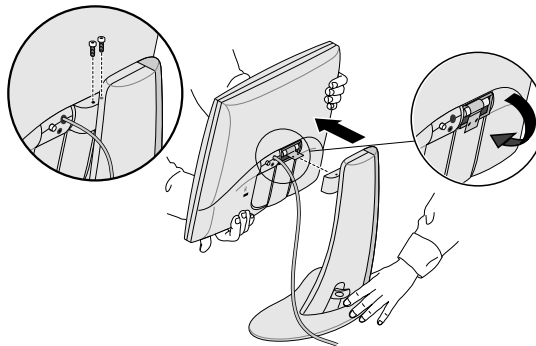

Abbildung 1-4 Lösen des Monitors vom Sockel
4. Halten Sie den Monitor wie in Abbildung 1-4, und lösen Sie mit dem 3 mm-Sechskantschlüssel die zwei Sechskantschrauben, mit denen der Monitor auf seinem Sockel befestigt ist. Bewahren Sie die Schrauben für den Fall auf, daß Sie den Monitor wieder auf dem Sockel befestigen möchten.
6. Sie können auch wie in Abbildung 1-4 die Metallasche auf der Rückseite des Bildschirms herunterbiegen. Hierfür benötigen Sie eventuell eine Zange.